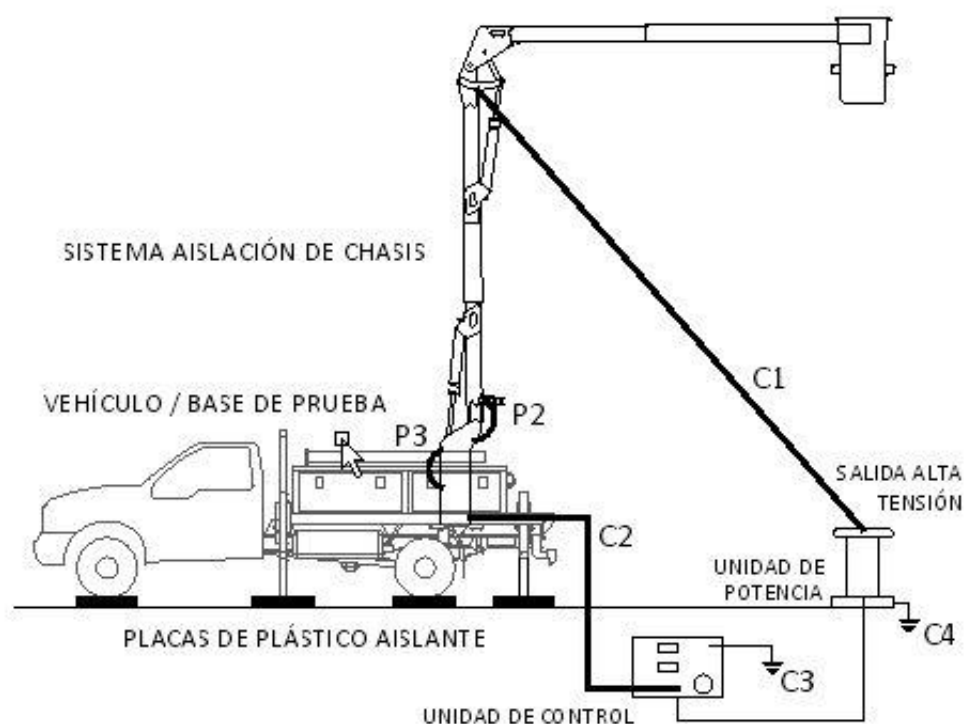

Figura 3
- 4) Brazos colocados para la prueba como se muestra en la figura 3.